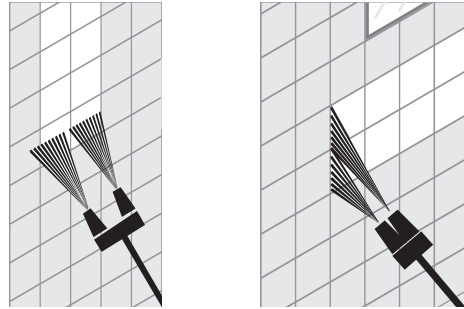

Fig. 8
4. Rotiți pistolul de pulverizare (9) pentru a orienta mai optim jetul tip ventilație (Fig.8).